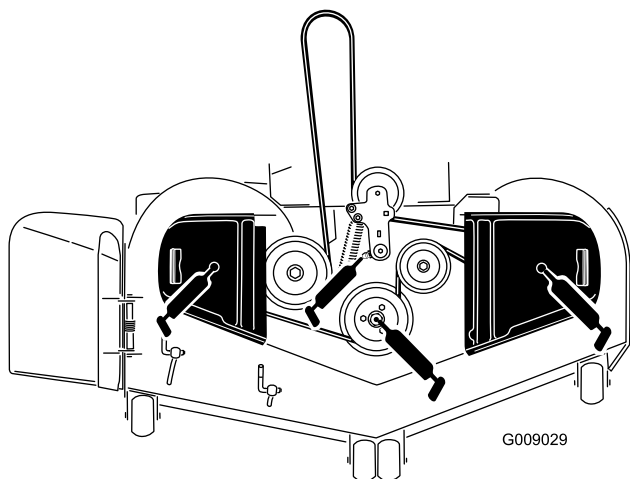

Figure 41
3. Graissez le pivot de la poulie de tension du tablier de coupe jusqu'à ce que la graisse ressorte par le bas (Figure 41).
4. Lubrifiez les roulements des 3 axes jusqu'à ce que la graisse ressorte par les joints inférieurs (Figure 41).